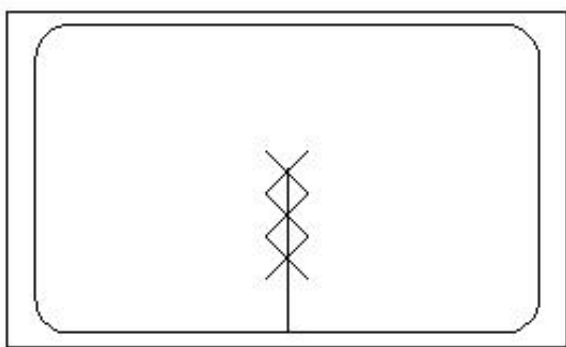
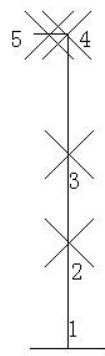

图 3-23 绘制辅助线和辅助点
图 3-24 放大效果
4、选择【格式】/【点样式】命令, 弹出【点样式】对话框, 选择点样式, 单击【确定】按钮。单击【点】按钮, 分别在点 2、点 3、点 4 和点 5 处插入点, 效果如图 3-23 和图 3-24 所示。